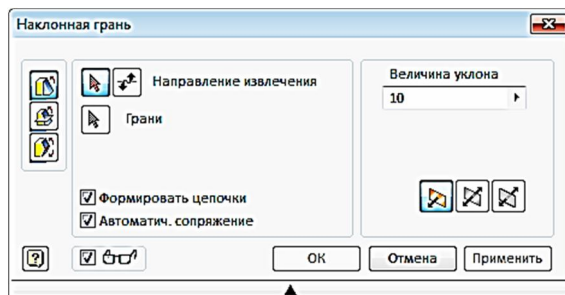

Рис. 4.11. Диалоговое окно «Наклонная грань»
13. Выберите команду «Уклон» . В диалоговом окне «Наклонная грань» (рис. 4.11) выберите вариант «Фиксированное ребро» . В поле «Величина уклона» введите размер 10 градусов.
17. **Создайте наклон боковой поверхности маховика.** Выберите команду «Уклон». В диалоговом окне «Наклонная грань» (рис. 4.11) выберите вариант «Фиксированное ребро». В поле «Величина уклона» введите размер 10 градусов. Вначале выберите верхнюю грань модели как на рисунке 4.15, а затем боковую грань. Визуально определите правильность формирования уклона. Если направление не устраивает, то нажмите кнопку «Обратить направление извлечения».